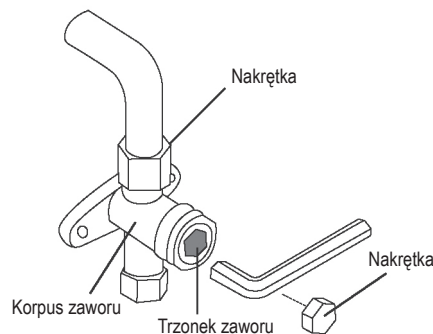

Rys. 8.1
2. Zdjąć pokrywę elektryczną jednostki zewnętrznej. Jeżeli na jednostce zewnętrznej nie ma pokrywy, usunąć śruby z płyty zdejmowanej podczas konserwacji i zdemontować płytę ochronną. (Patrz rys. 8.1).